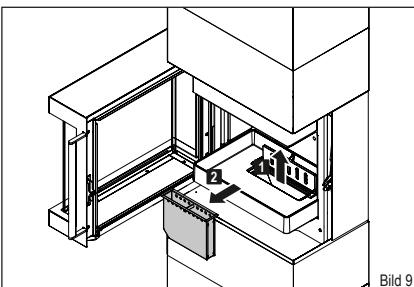

Bild 9
- ▶ Ziehen Sie den Aschebehälter am Griff aus der Öffnung heraus (Bild 9).